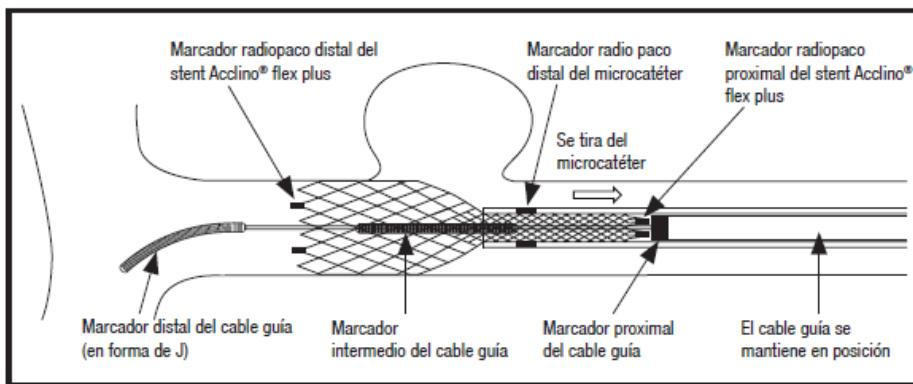

Figura 3: Despliegue del stent al tirar del microcatéter
- Los tres marcadores distales del stent se oponen en cuanto el marcador radiopaco distal del microcatéter pasa proximalmente por los marcadores distales del stent (véase la figura 3).